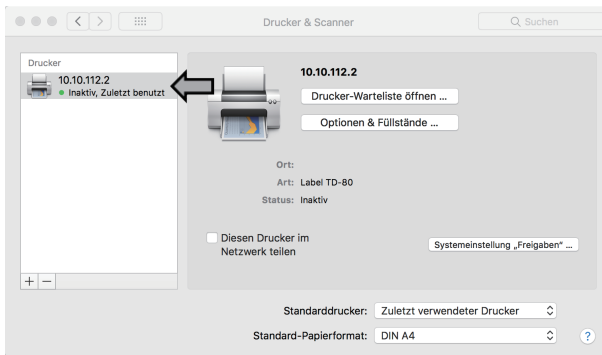

Fig.13
- ⑦ Nach Abschluss der Installation wird der neu hinzugefügte Druckertreiber unter „Drucker & Scanner“ aufgeführt (siehe Abbildung 13).